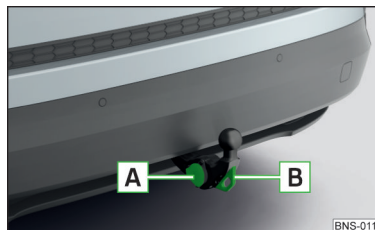

Fig. 317
- desfaceți capacul de protecție al prizei și introduceți fișa remorcii (accesoriilor) în priză cu 13 pini **A** » fig. 317. (În cazul în care remorca/accesoriile dispun de o fișă cu 7 pini, puteți folosi un adaptor corespunzător, din gama de accesorii originale ŠKODA).